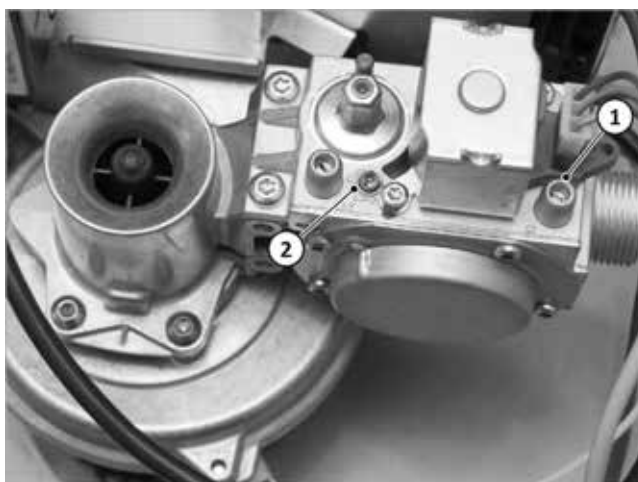

Fig. 111: impostazione del bruciatore
- Per controllare la pressione di flusso del gas con il bruciatore in funzione utilizzare il raccordo di misura → fig. 111 (1).